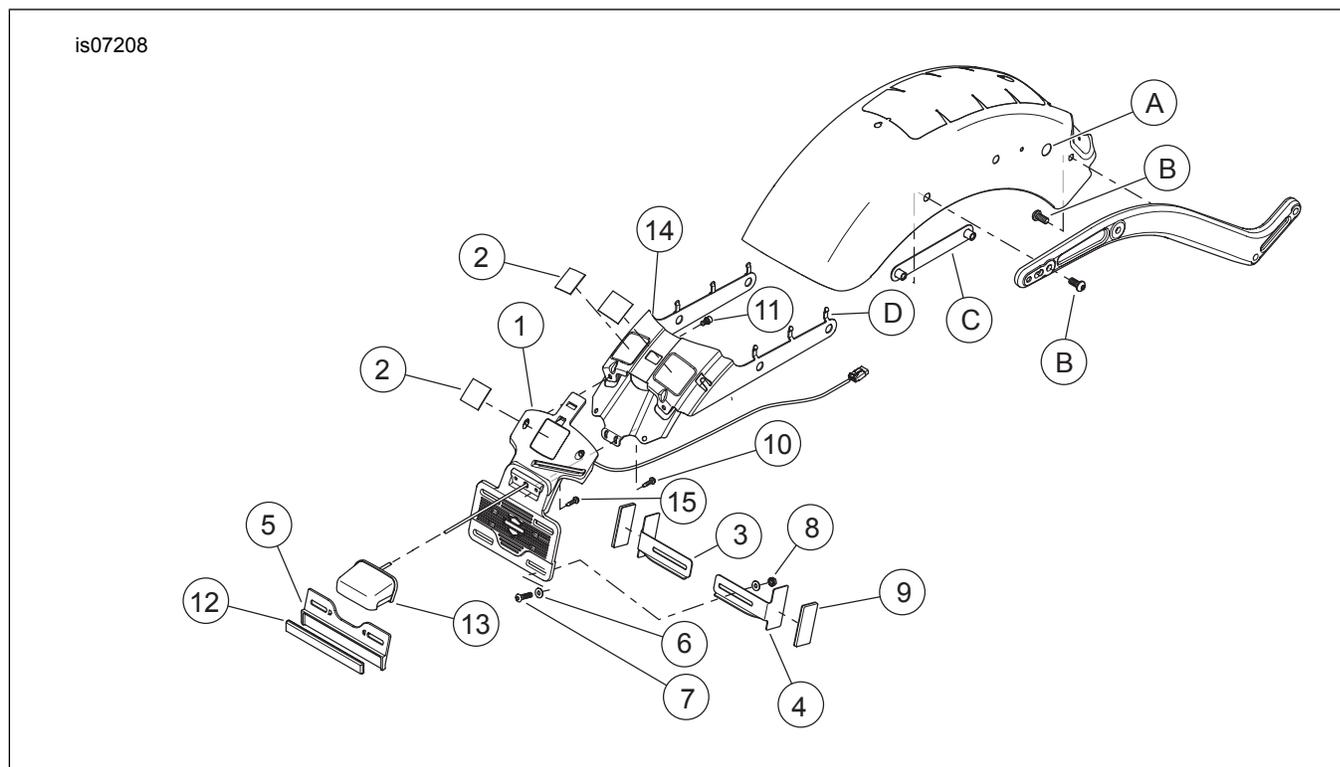

Abbildung 2. Ersatzteile: Kennzeichenumbausatz
Siehe Abbildung 2 und Tabelle 2.
- Siehe Abbildung 2. Die Kennzeichenhalterungs-Baugruppe in die Einbaustellung bringen und die Schutzblechbefestigungshalterungen (C) anbringen.
- Die Verkabelung durch das Loch (A) zur Schutzblechaußenseite verlegen.
- Die Verkabelung mit einem **neuen** Kabelbinder zwischen dem letzten Kabelhalter (D) und Loch (A) am Schutzblech befestigen.